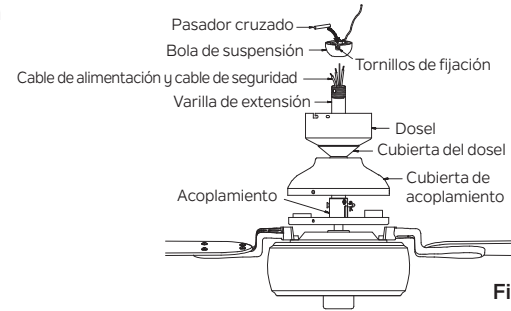

Figura 11
Paso 8. Deslice la cubierta del acoplamiento, la cubierta del dosel y el dosel por la varilla de extensión. (Figura 11)